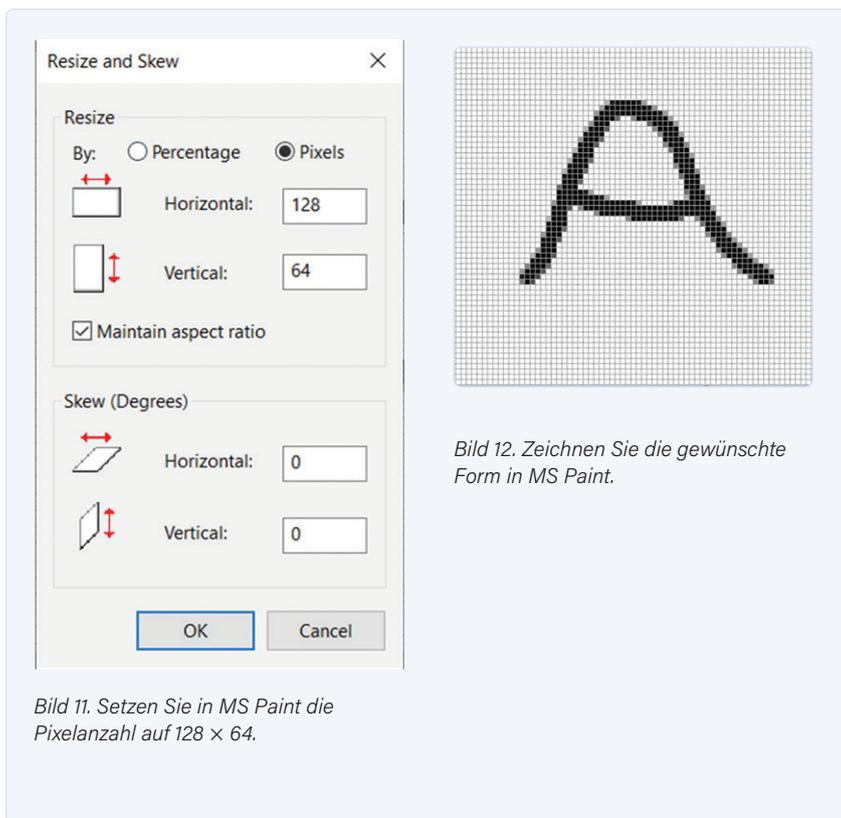

Bild 11. Setzen Sie in MS Paint die Pixelanzahl auf 128 × 64.
- Klicken Sie auf *Start/Größe ändern* und dann auf *Pixel*. Stellen Sie *Horizontal* auf 128 Pixel und die *Vertikal* auf 64 Pixel ein, wie in **Bild 11** gezeigt. Klicken Sie auf *OK*.